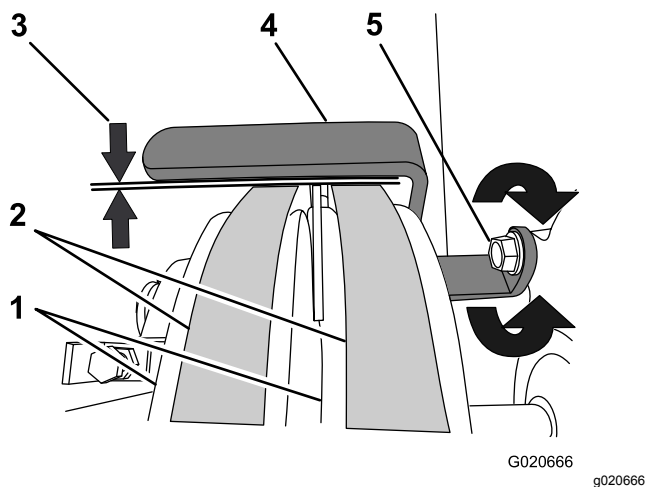

Figura 39
3. Compruebe que la holgura entre la guía de las correas y las correas es de 2.5 a 4 mm (3/32" a 5/32"); consulte Figura 39.
- A. Afloje la tuerca que sujeta la guía de las correas al motor (Figura 39).
- B. Mueva la guía de las correas hacia arriba o hacia abajo hasta que quede una holgura de 2.5 a 4 mm (3/32" a 5/32") entre la guía y cada correa (Figura 39).
- C. Apriete el perno que sujeta la guía de las correas al motor (Figura 39).